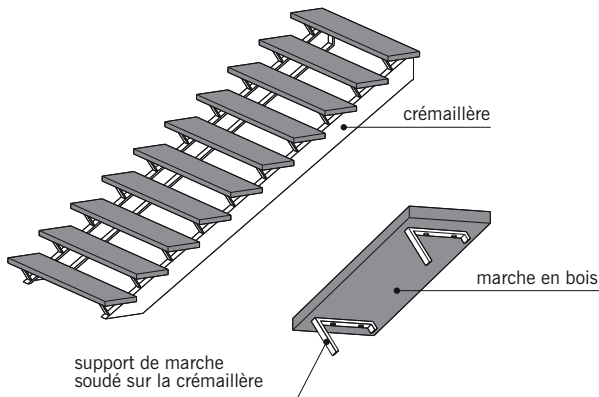

**fig. 13.29**
■ **L'escalier monobloc** (fig. 13.29) : escalier préfabriqué en béton armé constitué d'un seul élément correspondant le plus souvent à une hauteur d'étage. L'emploi de ce type d'escalier en maison individuelle demeure limité.
■ Le **fût** (fig. 13.29) : colonne centrale en béton d'un escalier hélicoïdal préfabriqué. Suivant le mode de liaison de l'escalier avec le gros œuvre, le fût peut être creux ou plein.
■ **noyau** (fig. 13.29) : partie centrale évitée d'un fût creux. Cet espace est rempli de béton lors de la mise en place de l'escalier.